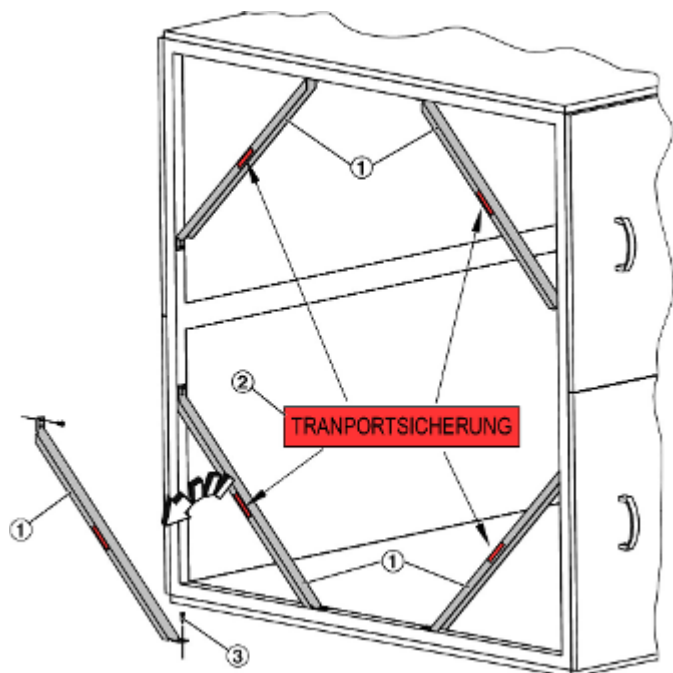

Abb. 8: Transportsicherung mit Traversen
- 1 An den RLT-Bauteilen die mit einem roten Aufkleber (Abb. 8 /2) markierten Traversen (Abb. 8 /1) demontieren.
- 2 Anschließend die Bohrungen im Rahmen mit den Schrauben (Abb. 8 /3) verschließen.